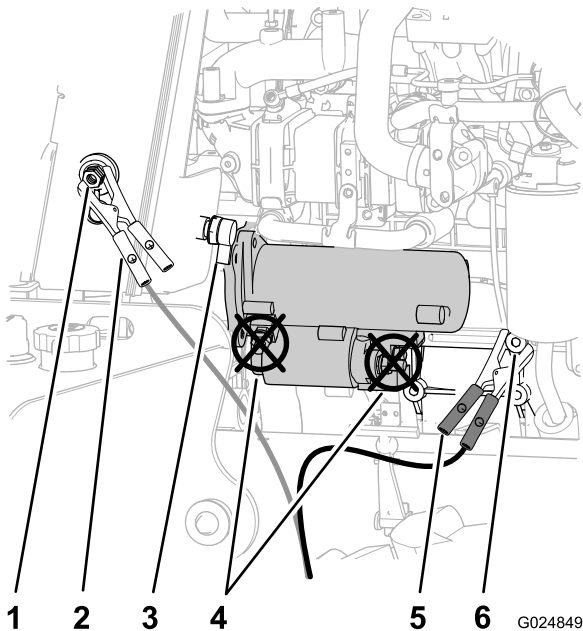

Figura 78
4. Retire a tampa do terminal auxiliar (Figura 78).
6. Conecte o cabo de “chupeta” negativo (-) a um ponto de aterramento, como a porca no pivô do alternador (Figura 78).
5. Conecte o cabo de “chupeta” positivo (+) ao terminal auxiliar (Figura 78).